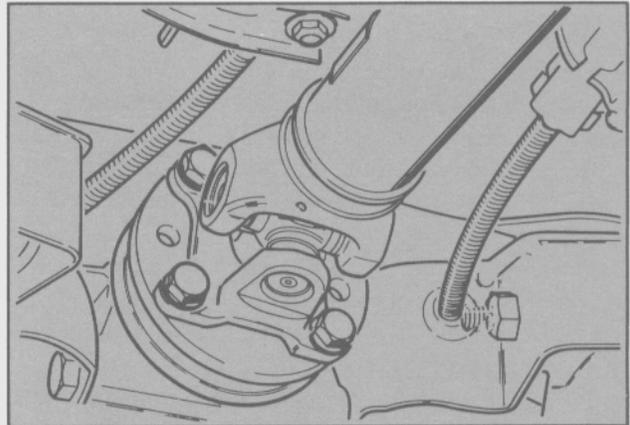

Fig. 16. Sujeción del eje de transmisión a la brida del piñón
- Acoplar el árbol de transmisión a la brida del piñón y ajustar los tornillos al torque especificado (Fig. 16).